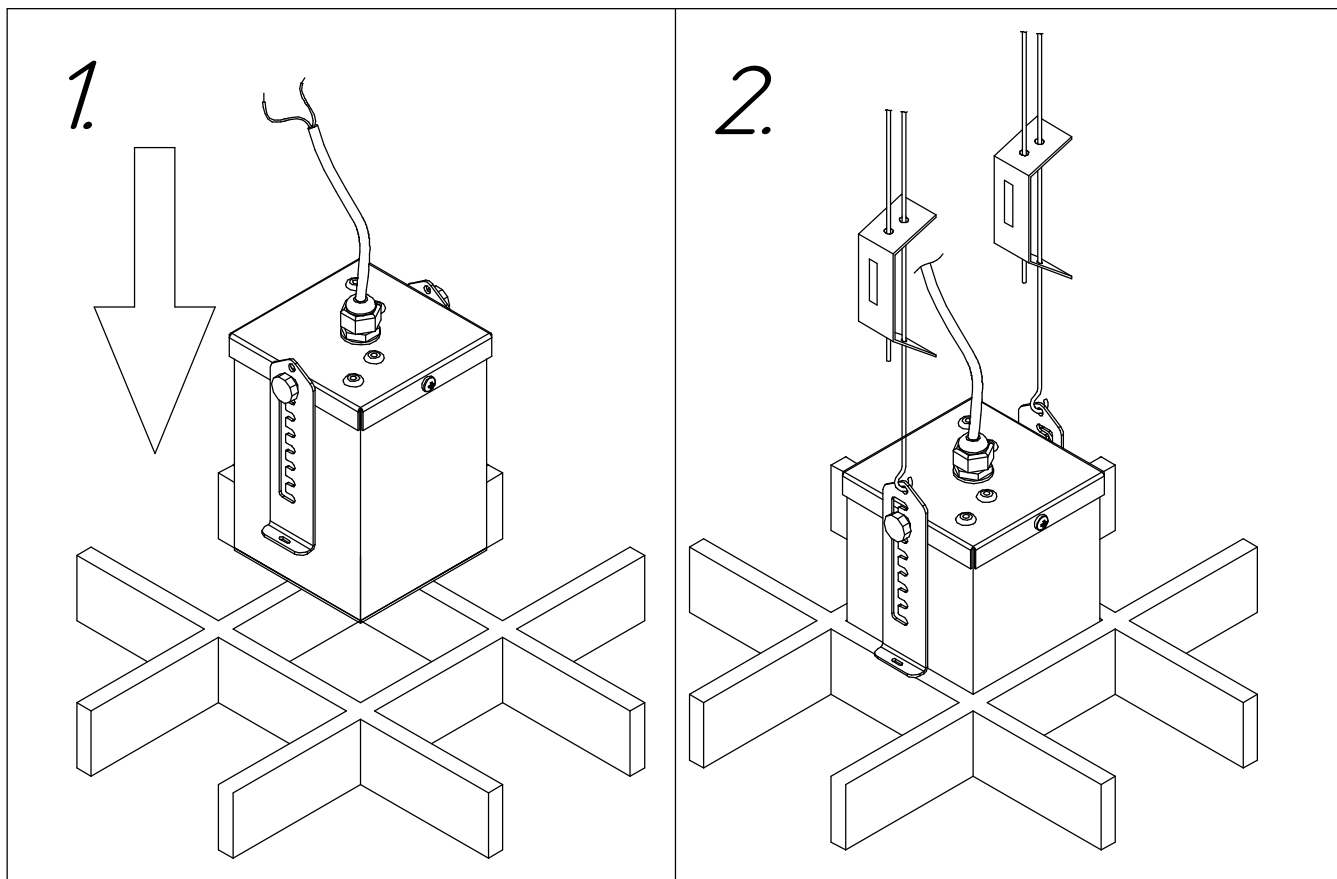

Рисунок 2 - Схема установки светильников ДВО33 потолок
5.5 Заведите светильник в ячейку потолка (см. рисунок 2 п.1).
5.6 Закрепите светильник на потолочные подвесы (**в комплект поставки не входит**) через установочные отверстия на Г-образных планках(см. рисунок 2 п.2).